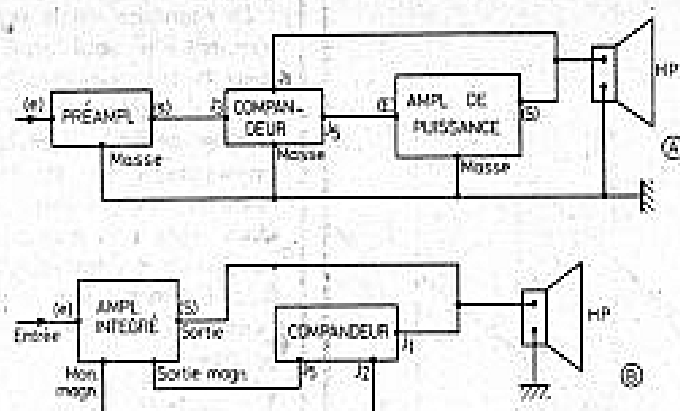

Fig. 7
Le compandeur devra être connecté à un ensemble de reproduction monophonique ou stéréo d'après la composition de cet ensemble. Deux cas sont à considérer, tous deux applicables à un des canaux stéréo ou à une chaîne monophonique. Le premier cas est celui de la figure 7 (A). L'ensemble se compose d'un préamplificateur et d'un amplificateur de puissance distincts ou pouvant être séparés.
Dans le cas de la figure 7 (B), la chaîne est réalisée en un seul bloc intégré.